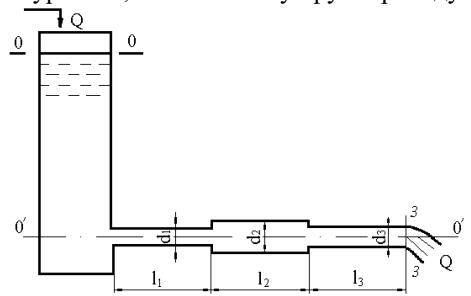

рис. 1
2. Из открытого резервуара, в котором поддерживается постоянный уровень, по стальному трубопроводу (эквивалентная шероховатость $\Delta = 0,1$ мм), состоящая из труб разного диаметра d и различной длины l ($d_1 = 50$ мм, $l_1 = 5$ м, $d_2 = 100$ мм, $l_2 = 2,5$ м, $d_3 = 75$ мм, $l_3 = 3$ м) вытекает в атмосферу вода, расход которой $Q = 10$ л/с, температура $t = 60^\circ\text{C}$ (рис.1). Требуется: 1. Определить скорости движения воды и потери напора (по длине и местные) на каждом участке трубопровода; 2. Установить величину напора H в резервуаре; 3. Построить напорную и пьезометрическую линии.